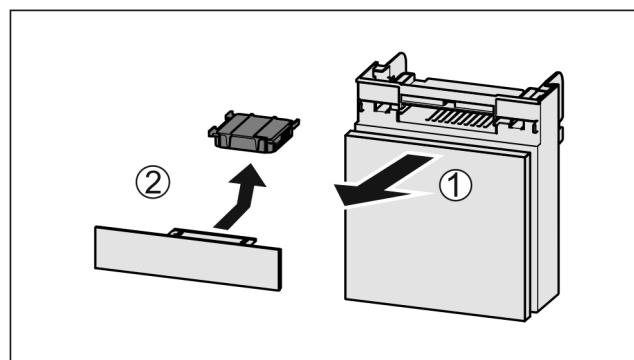

Fig. 185
- Predal izvlecite Fig. 185 (1) naprej.
- Odstranite Fig. 185 (2) aktivni ogleni filter.